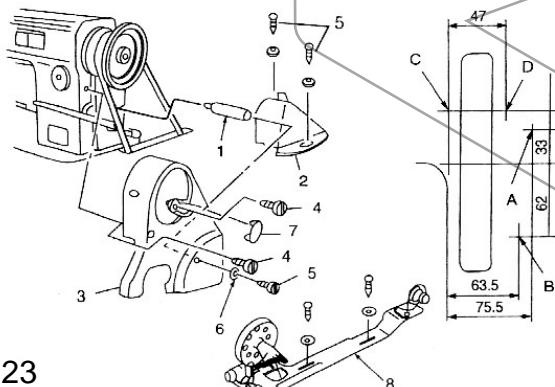

Fig. 23
17. INSTALAÇÃO DO PROTETOR DA CORREIA E DO ENCHEDOR DE BOBINA (FIG. 23, 24 E 25)